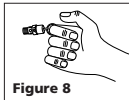

Figure 8
1. Tirer sur l'anneau de la soupape de sûreté et la laisser revenir à sa position normale (Voir Figure 8).